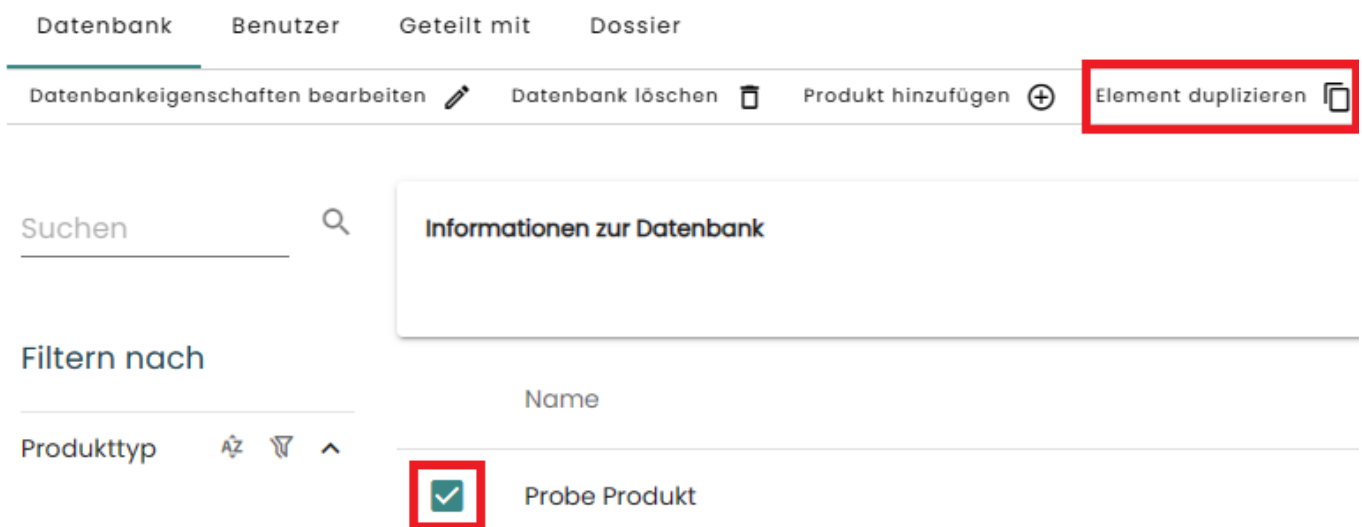

Abbildung 10: Markiertes Element kopieren
2. Wählen Sie anschließend das zu kopierende Produkt aus. In der Navigationsleiste erscheint die Schaltfläche "Ausgewählte kopieren" (siehe Abbildung 10).